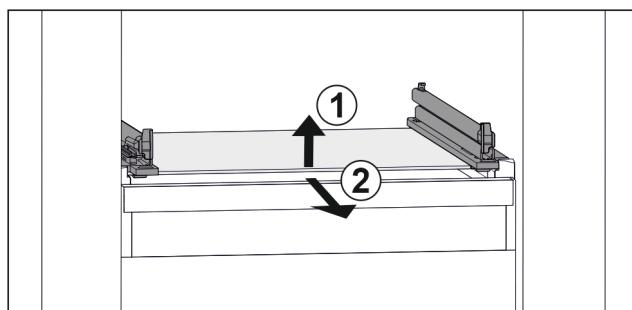

Fig. 129 Príklad zobrazenia sklenej dosky
- Nadvihnite sklenenú dosku vpred. Fig. 129 (1)
- Odoberte sklenenú dosku dopredu. Fig. 129 (2)